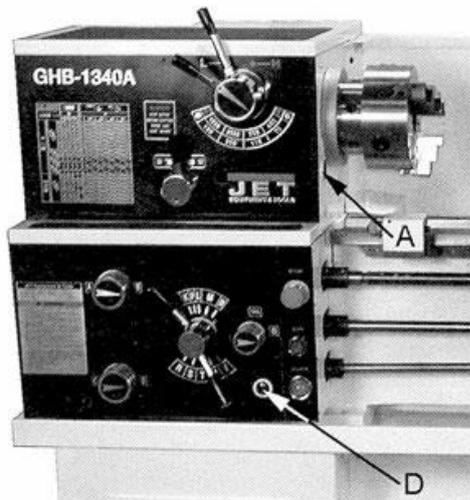
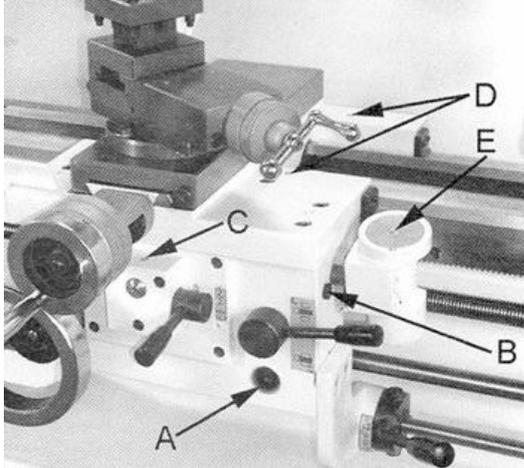

Рис.22
Рис.24
Уровень масла должен соответствовать метке на индикаторе уровня масла (А, рис.22). Доливка масла производится через запорную резьбовую пробку под резиновым ковриком.
Уровень масла должен соответствовать метке на индикаторе уровня масла (В, рис.22). Доливка масла производится через запорную пробку (Е, Рис.24).
Выкрутите запорную пробку (F, рис.24).
Уровень масла должен соответствовать метке на индикаторе уровня масла (А, рис.24).
Промаслить смазочный ниппель (С, рис. 24).
- Промаслить 2 смазочных ниппеля (D, рис. 24).